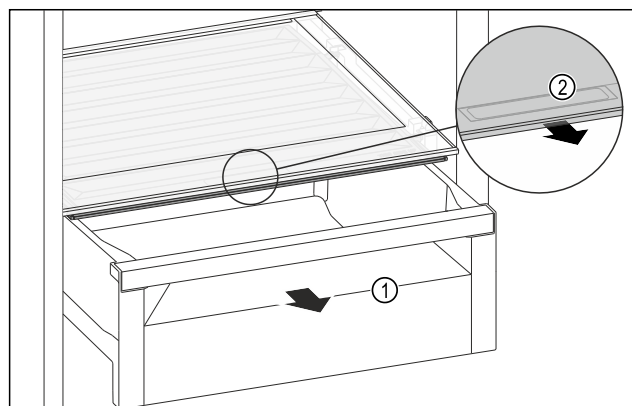

Fig. 169
- Estrarre il cassetto Fig. 169 (1).
- Afferrare la maniglia incassata Fig. 169 (2) sul coperchio dello scomparto e tirare allo stesso tempo in avanti il coperchio dello scomparto.